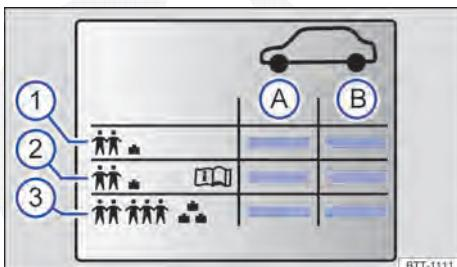

Fig. 183 Símbolos na etiqueta com as pressões dos pneus.
Indicações na etiqueta com as pressões dos pneus ⇒ Fig. 183:
Dependendo do veículo, a etiqueta com as pressões dos pneus pode ter uma pressão dos pneus de conforto ⇒ Fig. 183 ②. A pressão dos pneus de conforto possibilita aumentar o conforto da condução. Ao conduzir com a pressão dos pneus de conforto, pode aumentar o consumo de energia